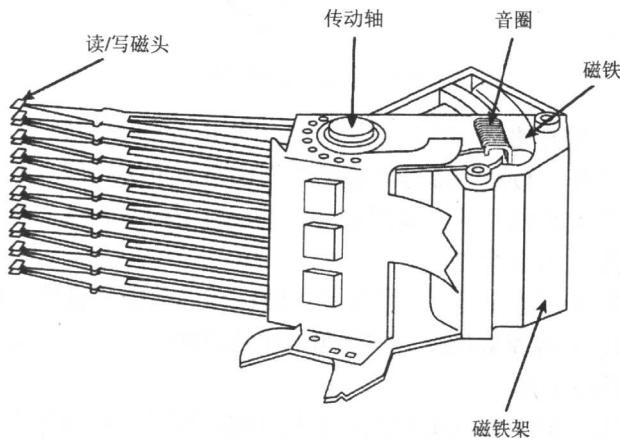

图1-4 浮动磁头组件
1. 浮动磁头组件 由读写磁头、传动手臂、传动轴三部分组成，见图 1-4。读写磁头是硬盘技术中最重要和最关键的部分，实质上它是由集成工艺制成的多个磁头的组合，采用了非接触式头、盘结构，加电后飞行在高速旋转磁盘表面的上空，飞高间隙只有 $0.1\sim0.3\mu\text{m}$ ，可以获得极高的数据传输率。现在转速 $5400\text{r}/\text{min}$ 的硬盘飞高间隙都低于 $0.3\mu\text{m}$ ，以利于读取较大的高信噪比信号，提供数据传输存储的可靠性。由于早期硬盘采用的磁感应磁头在读写使用和设计上的局限性，新型大容量的硬盘产品都采用了新型磁阻磁头（Magneto-Resistive heads —— MR）。